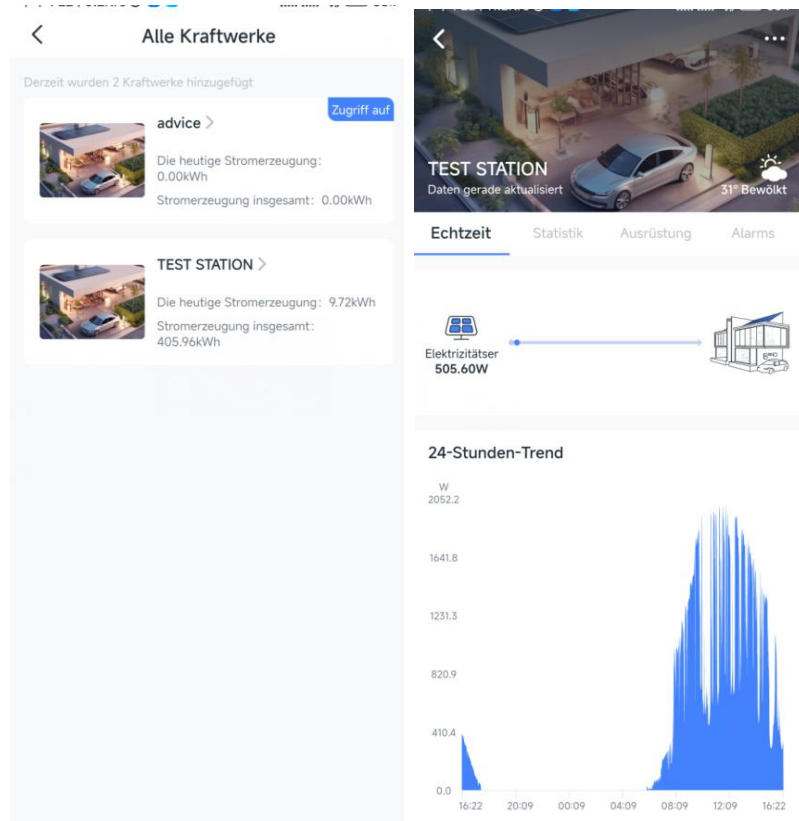

Abbildung 8.3.2
- Auf der Seite mit den Kraftwerksdetails können Sie sich auf den Kraftwerksnamen, die Datenaktualisierungszeit und andere Daten konzentrieren (Abbildung 8.3.2).